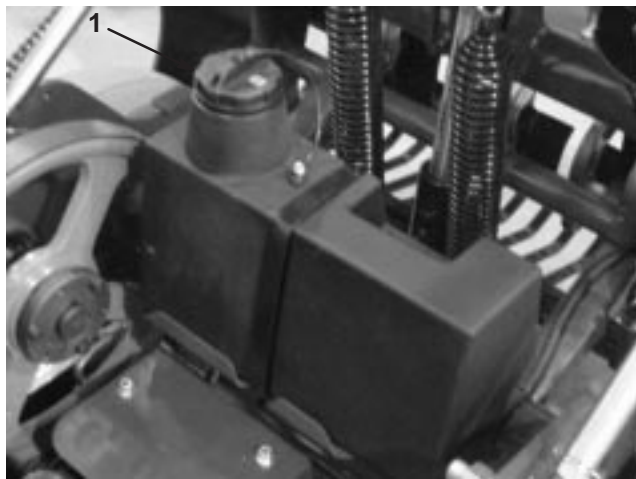

Figure 14
- Nettoyez la surface autour du goulot de remplissage et du bouchon du réservoir hydraulique (Fig. 14). Enlevez le bouchon du goulot de remplissage.